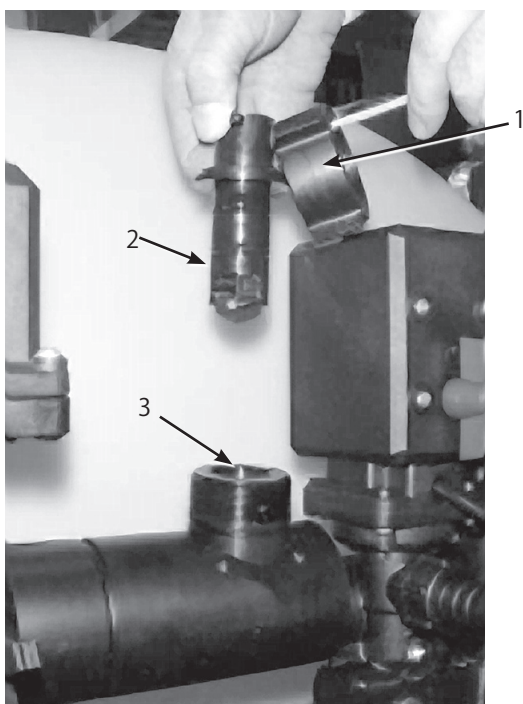

図63
2. フローメータのボディについているリテーナ・キャップ（図63）を取る。